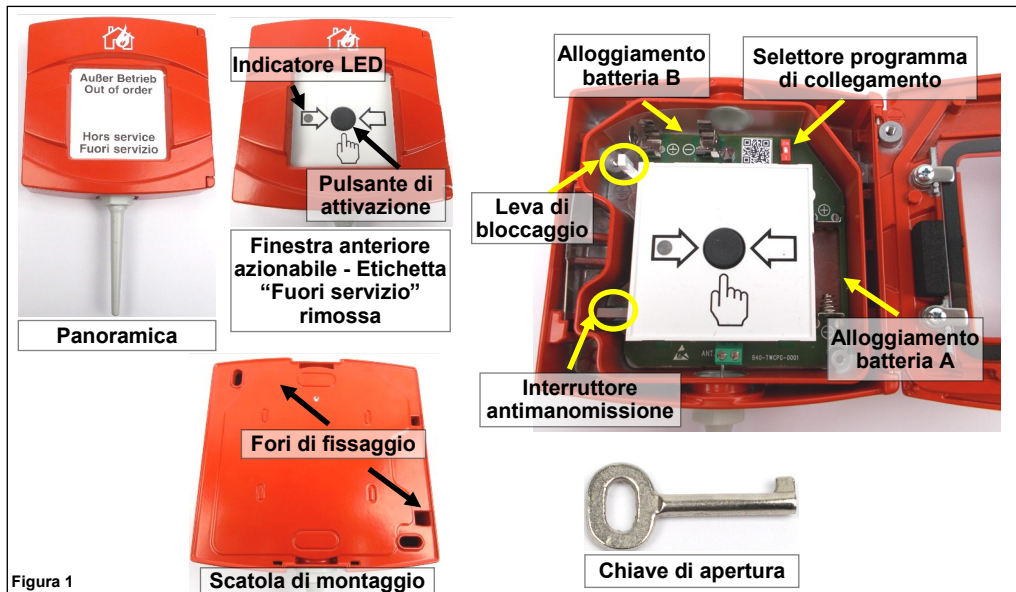

Figura 1
I due fori allungati in alto a sinistra ed il basso a destra della scatola di montaggio sono da utilizzare per l'installazione - vedi figura 1
2) Resettare il pulsante di chiamata utilizzando la leva di bloccaggio e chiudere la portella del dispositivo. **NOTA:** se il pulsante di chiamata è stato attivato, la leva di bloccaggio previene la chiusura della portella quando essa è aperta - vedi figura 1.